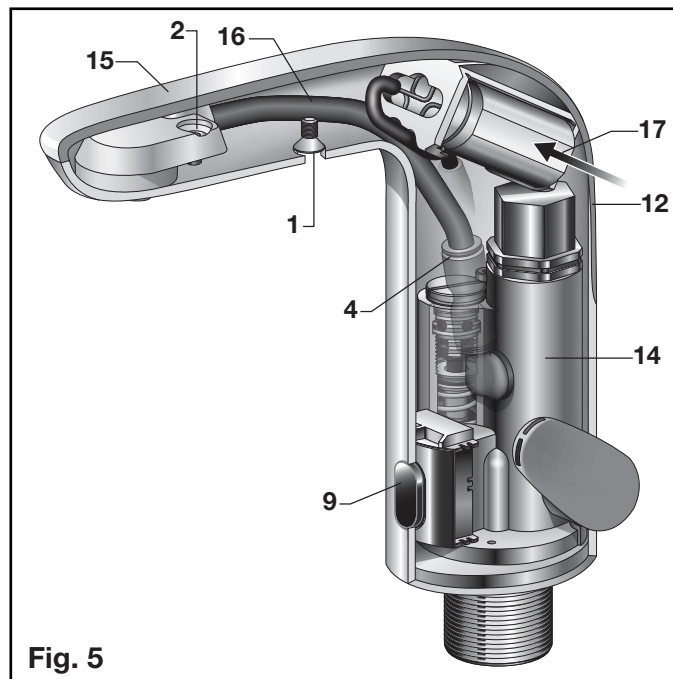

Fig. 5
B REMPLACEMENT DE LA PILE – Fig. 5, 6
3. Poussez la PILE (17) vers l'avant et retirez-la. (Fig. 5)
C MODIFICATION DE LA PORTÉE DU CAPTEUR – Fig. 5, 6